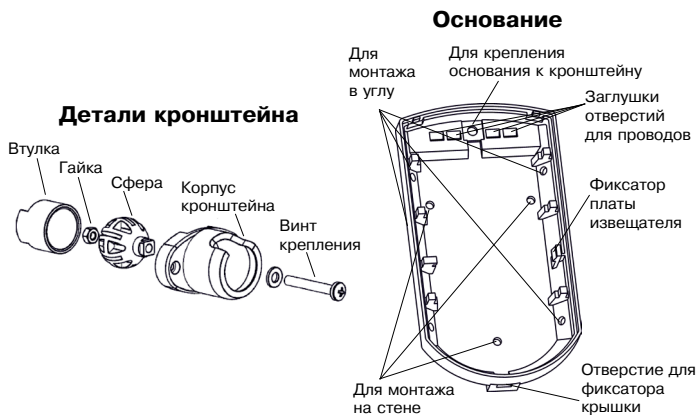

Рисунок 3 – Основание извещателя и кронштейн
- снимите крышку извещателя, отжав при помощи отвертки фиксатор крышки через отверстие, расположенное в нижней части основания извещателя (рисунок 3);
- просверлите в основании извещателя отверстия, которые будут использоваться для прокладки проводов и крепления извещателя (рисунок 3);
- при креплении на кронштейне (рисунок 3) выверните винт из сферы, совместите квадратный выступ сферы с соответствующим пазом в верхней части основания извещателя (рисунок 3), вставьте винт в отверстие в верхней части основания и заверните, не затягивая;